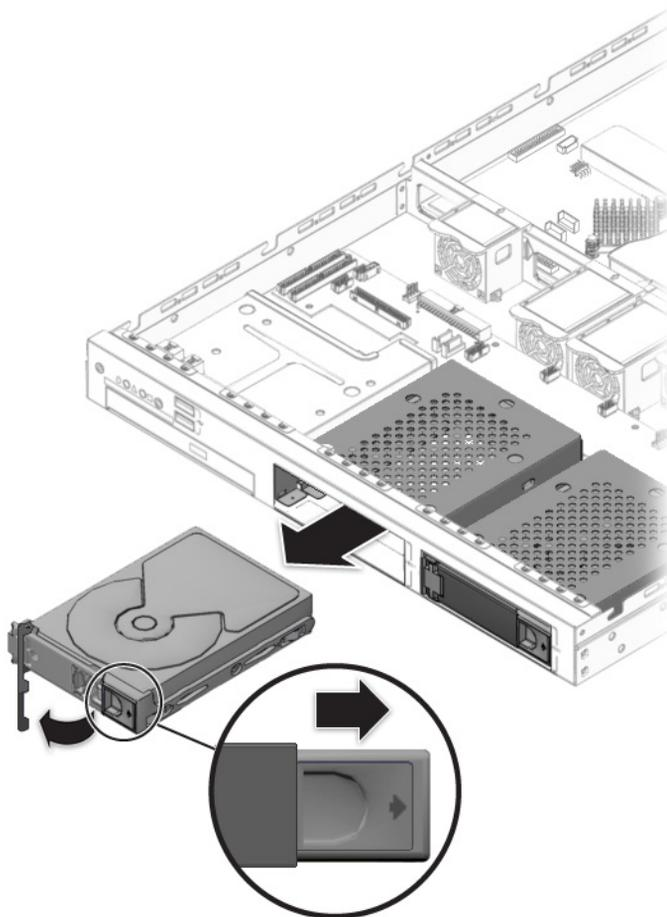

图 4-12 拆卸硬盘驱动器
- b. 用双手握住托架护盖，小心地将托架拉出驱动器托盘（参见图 4-12）。